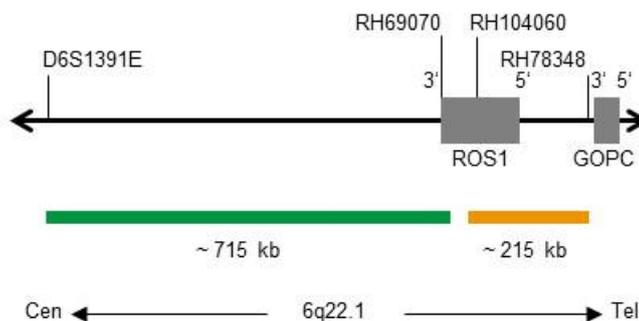

Fig. 1: Carte de la sonde ROS1 (pas à l'échelle)
- Polynucléotides marqués au ZyGreen (excitation 503 nm/émission 528 nm) (~6.0 ng/μl), qui ciblent une séquence de 6q22.1* (chr6:116,912,298-117,627,255) proximale de la région des points de rupture de ROS1 (voir figure 1).
- Polynucléotides marqués au ZyOrange (excitation 547 nm/émission 572 nm) (~2.5 ng/μl), qui ciblent une séquence de 6q22.1* (chr6:117,659,135-117,871,701) distale de la région des points de rupture de ROS1 (voir figure 1).